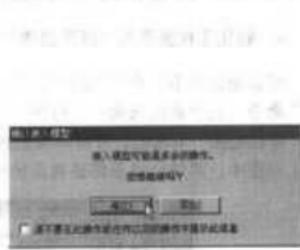

图 6-35 “确认装入模型”对话框
(2) 如图 6-35 所示, 弹出“确定装入模型”对话框, 如果不想此提示再出现, 可勾选“请不要在此操作或任何以后的操作中提示此信息”复选框。